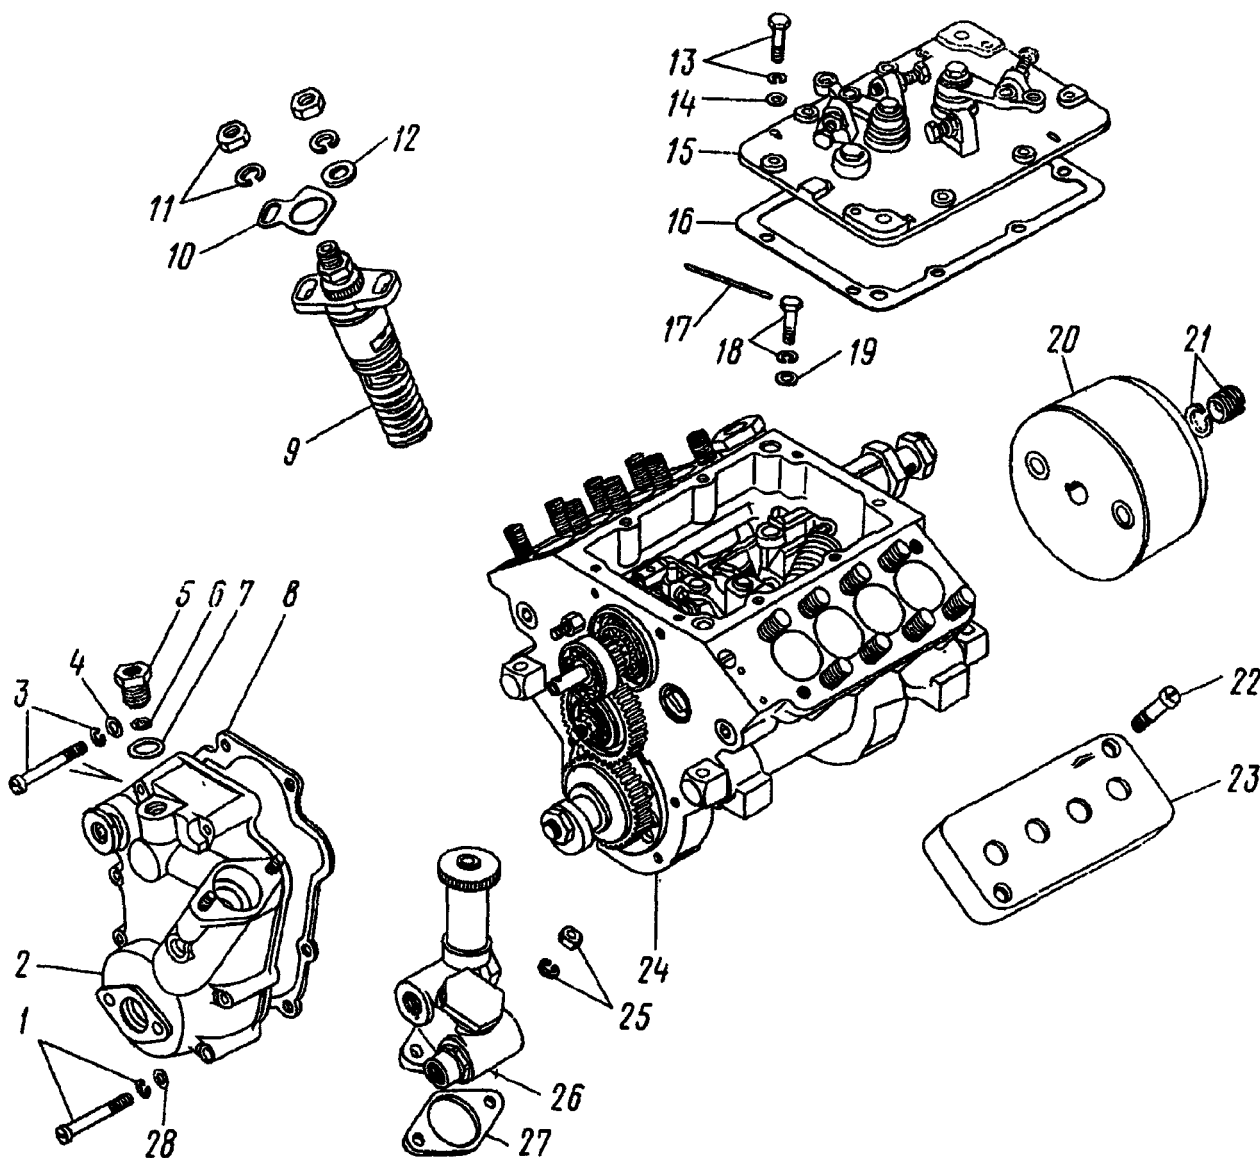
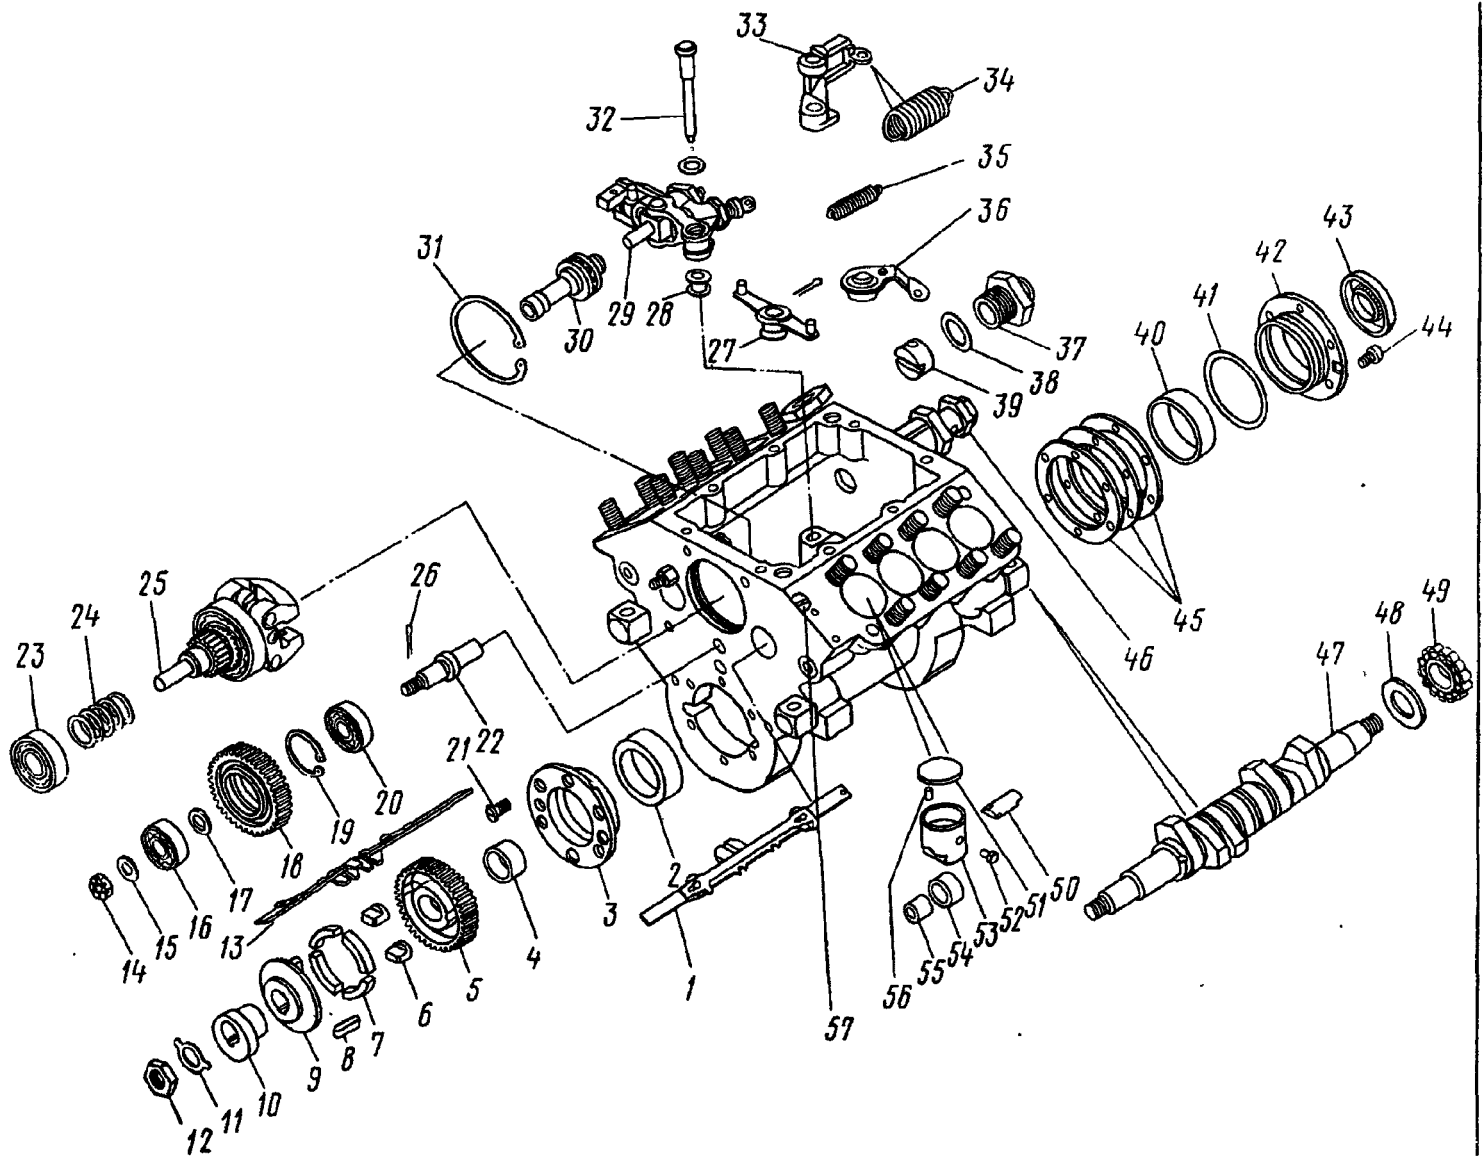
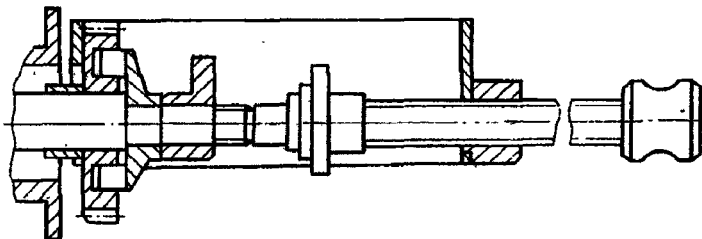
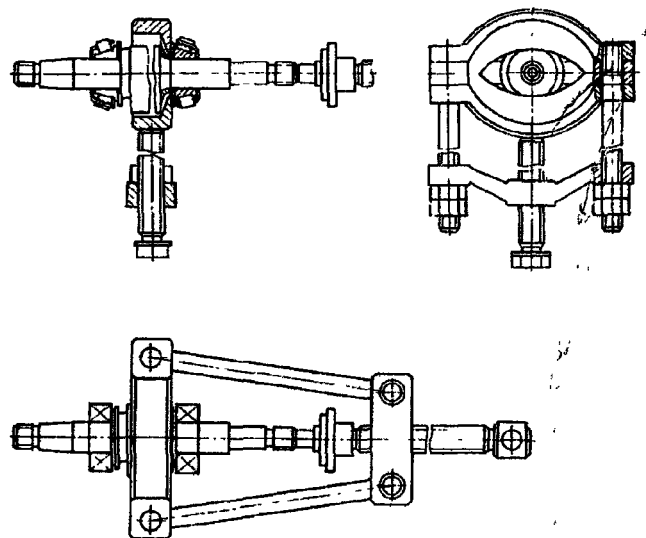

Рис. 79. Топливный насос высокого давления:
Рис. 80. Регулятор частоты вращения:
Рис. 81. Снятие эксцентрика и ведущего зубчатого колеса с кулачкового вала ТНВД
Рис. 82. Снятие подшипников кулачкового вала ТНВД
3. Выверните винты 22 (рис. 79), снимите защитные кожухи 23	Отвертка
8. Выверните пробки 37 (рис. 80), снимите уплотнительные кольца 38, втулки 39, выньте рейки 1, освободив фиксаторы. Отверните гайки 11 (см. рис. 79), снимите пружинные, плоские 12 и стопорные 10 шайбы. Выньте восемь секций 9 в сборе из корпуса 24 насоса	Сменная головка 17 мм, вороток, отвертка, ключ 22 мм
9. Снимите ось 32 (см. рис. 80) рычага регулятора с шайбой	—
14. Отогните усики стопорной шайбы 11, отверните гайку 12 крепления ведущего зубчатого колеса регулятора, снимите шайбу 11, спрессуйте съемником (рис. 81) эксцентрик 10 (см. рис. 80) привода топливоподкачивающего насоса, фланец 9 ведущего зубчатого колеса и зубчатое колесо 5. Снимите шпонку 8, четыре сухаря 7 ведущего зубчатого колеса и две вставки 6 ведущего зубчатого колеса, снимите упорную втулку 4 с кулачкового вала	Плоскогубцы, ключ 22 мм, молоток, зубило, отвертка, съемник
18. Выньте кулачковый вал 47 из корпуса, спрессуйте съемником (рис. 82) внутренние кольца 49 (см. рис. 80) подшипников с прокладками 48 с вала	Съемник